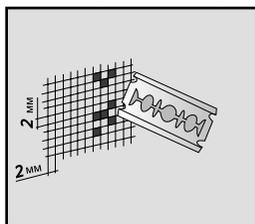

Рисунок 1 - Нанесение сетки на окрашенную поверхность.
4.2.2 В случае облицовки окрашенных поверхностей необходимо убедиться в прочности сцепления краски с основанием. Для этого на поверхность краски с помощью лезвия наносят сетку. Если краска отслаивается в результате таких действий, значит адгезия ее к основанию недостаточная, соответственно требуется ее механическое удаление (см. рисунок 1).